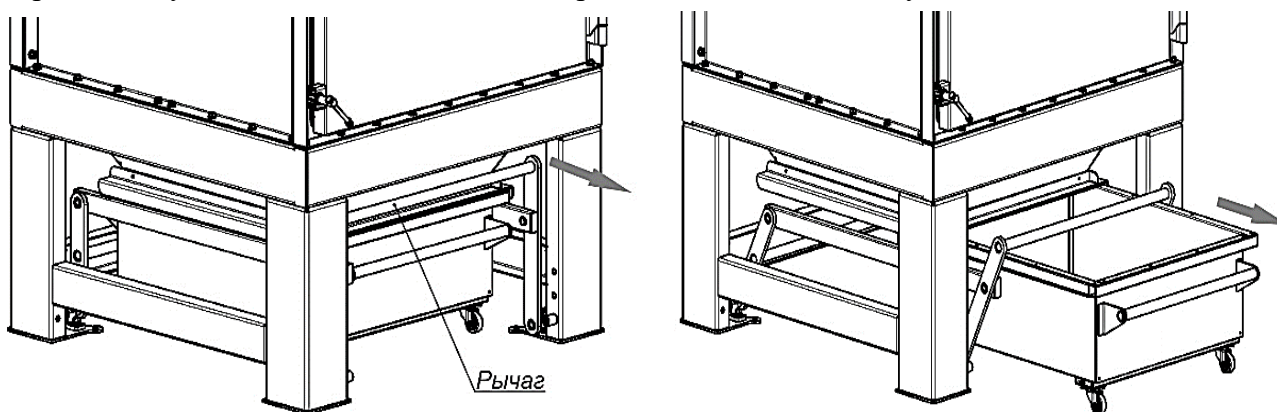

Рисунок 20
- 2) потянуть за рычаг механизма поджатия пылесборника и выкатить заполненный пылесборник из-под фильтра (рисунок 20);